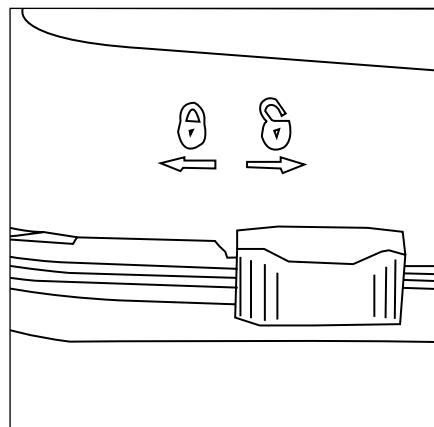

Figura 6
2. Sujete la tapadera de la cámara a la base de la misma, asegurándose primero de que cada uno de los pestillos corredizos está en la posición de desbloqueo () (**Figura 6**).